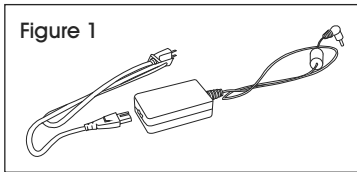

Figure 1
1. Branchez le cordon d'alimentation dans l'adaptateur et branchez l'adaptateur dans le connecteur d'alimentation situé au dos de l'imprimante. (Voir Figure 1)